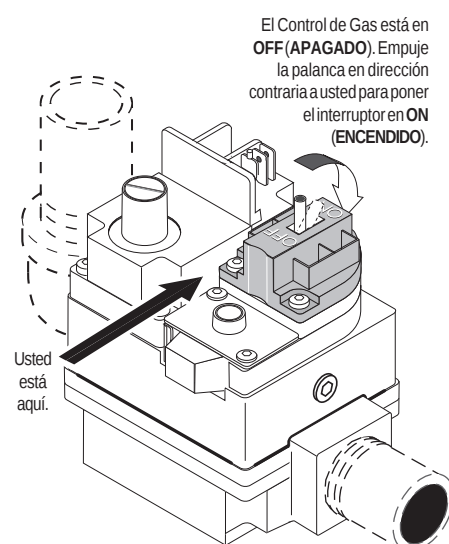

Figura 26.
6. **Válvula de Palanca:** Tire la palanca hacia usted para apagar el gas, ver Figura 26.
7. Espere cinco (5) minutos para sacar cualquier gas. Si luego le huele a gas, ¡DETENGASE! Siga el paso "B" de las instrucciones "Antes de Encender" (página 34). Si no le huele a gas, vaya al siguiente paso.
4. **Válvula de Palanca:** Tire la palanca hacia usted para apagar el gas, ver Figura 26.